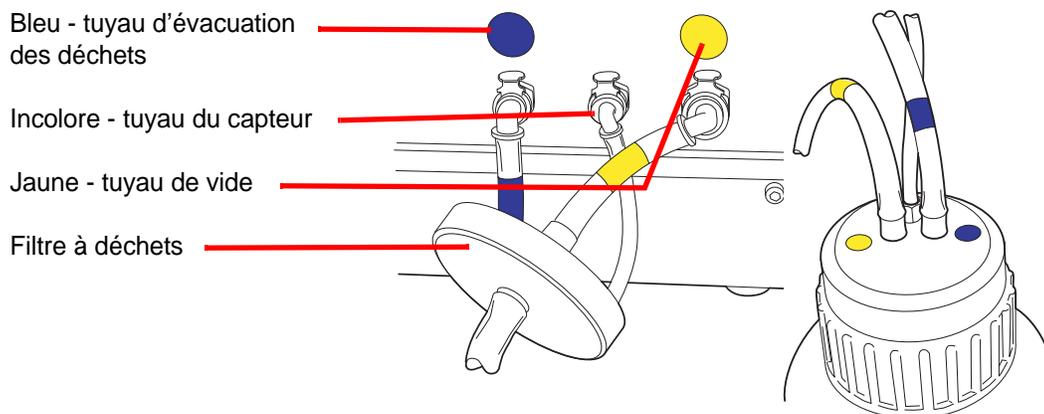

Figure 2-2 Raccordements des tuyaux du bidon d'évacuation des déchets
3. Repérer les trois raccords du bidon d'évacuation des déchets à l'arrière du processeur ThinPrep 5000. Se reporter à la Figure 2-2. S'assurer que les boutons des raccords sont enfoncés.